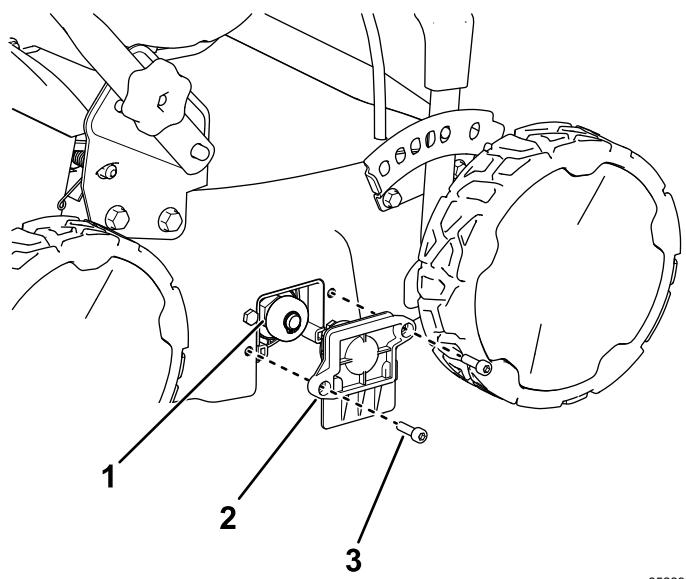

Figura 19
3. Usando la llave hexagonal, retire los 2 tornillos que sujetan el alojamiento del cojinete y el eje del molinete en el lado derecho de la máquina (Figura 19).
5. Instale el alojamiento del cojinete para sujetar el conjunto de eje recién instalado, usando los 2 tornillos de cabeza hexagonal que retiró en el paso 3, y guarde la llave hexagonal en el conjunto de la palanca de transporte (Figura 19).